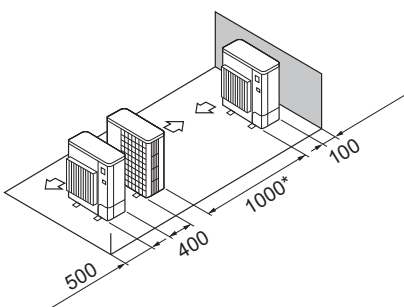

Fig. 2-17
- (5) Plassering av enkel parallell enhet (Fig. 2-17)